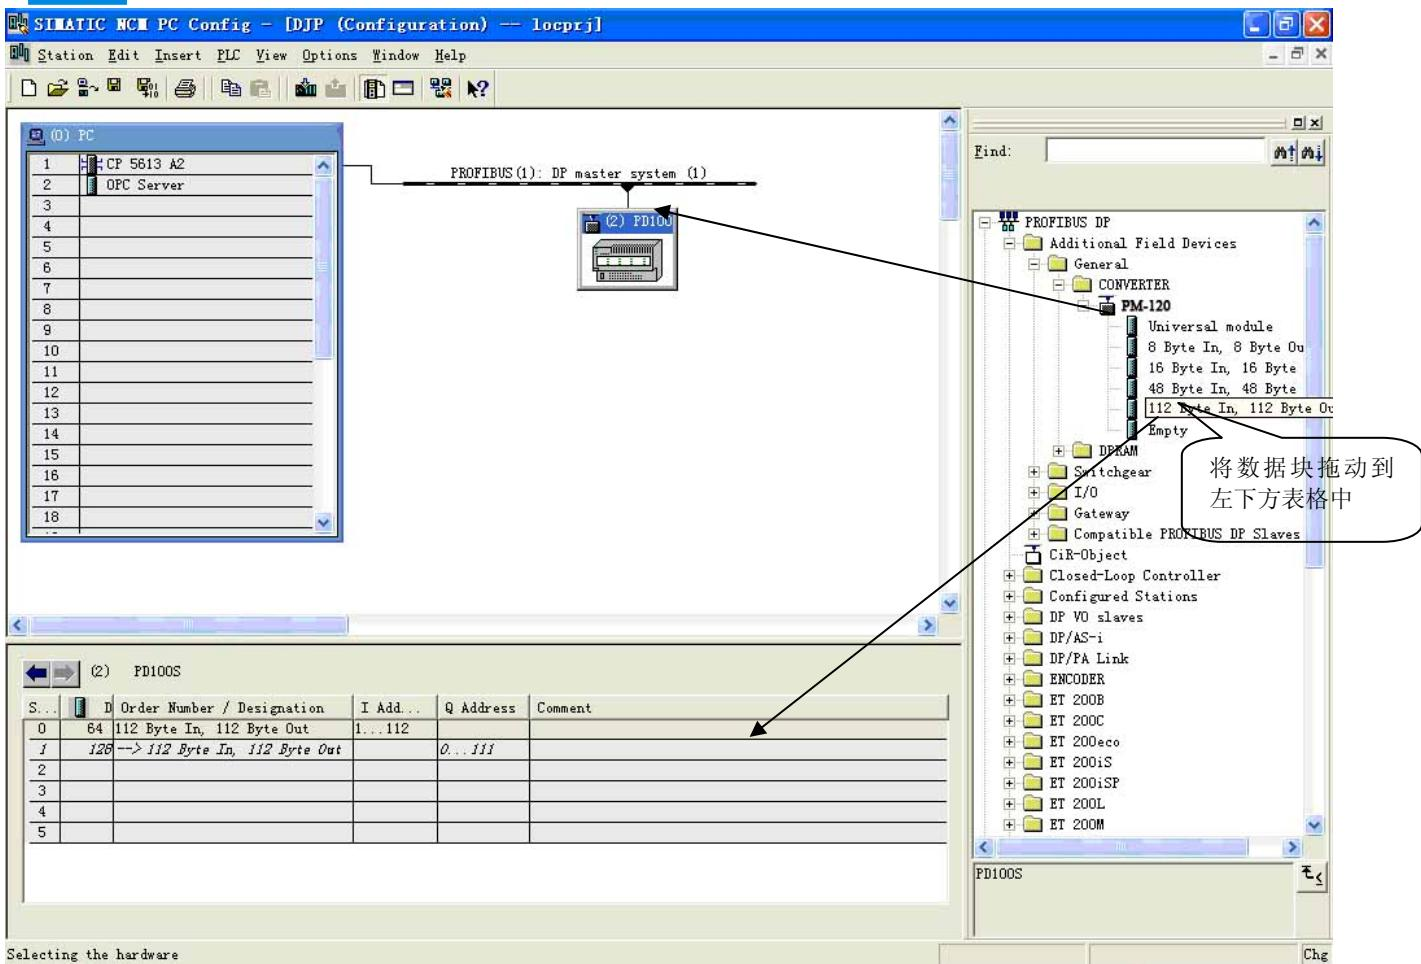

图 10
11. 将从站 PS-121 配入到 PROFIBUS 网络配置当中，并将输入输出数据块，映射到 S7-300 或者其它控制器的内存当中。如图 10：